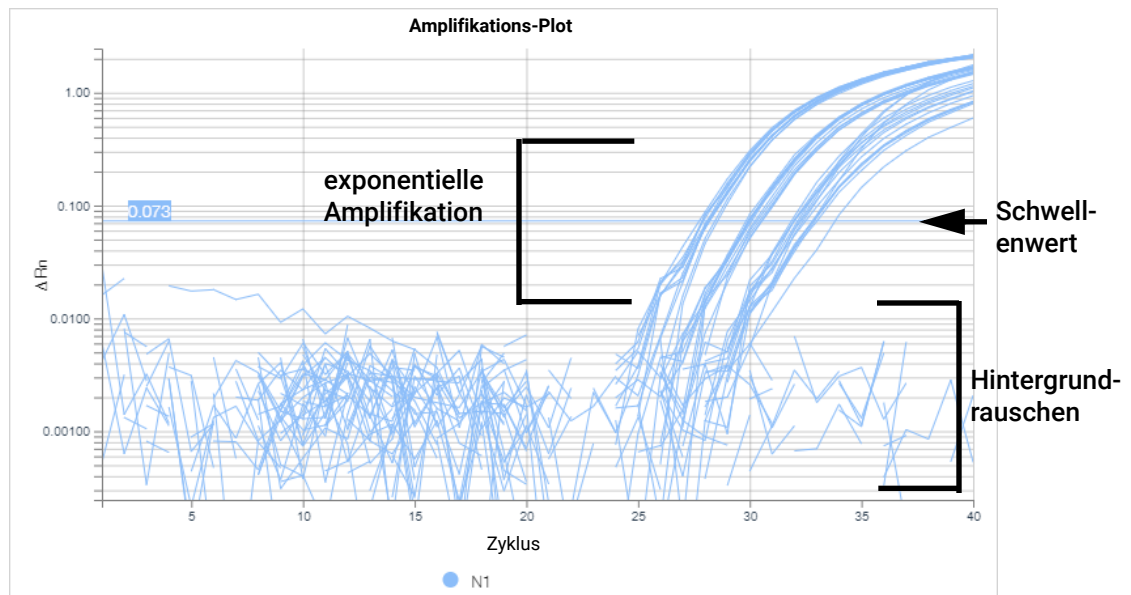

Abbildung 30 Design & Analysis-Bildschirm „Amplification Plots“ (Amplifikations-Plots) für das N1-Ziel
- c Bestimmen Sie, ob der Schwellenwert sowohl hoch genug ist, um über dem Hintergrundrauschen zu liegen, als auch niedrig genug, um die Plots in der exponentiellen Amplifikationsphase einzubeziehen (siehe **Abbildung 30**). Gehen Sie auf der Grundlage dieser Bestimmung wie in **Tabelle 14** beschrieben vor.